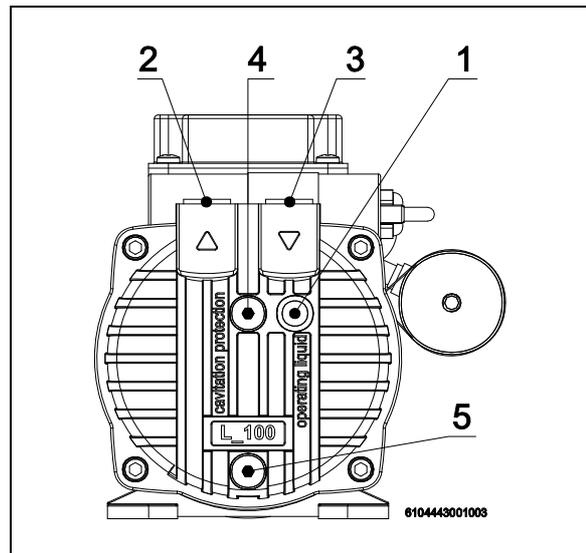

fig. 3: Raccordi di tubazioni e flessibili della pompa per vuoto / del compressore
Per la disposizione dei raccordi di tubazioni / flessibili vedi fig. 3, pag. 14.
Il **tronchetto di aspirazione** (fig. 3, pos. 3) è contrassegnato con una freccia rivolta verso il basso (↓).
Il **tronchetto di mandata** (fig. 3, pos. 2) è contrassegnato con una freccia rivolta verso l'alto (↑).
Il raccordo del liquido di servizio (fig. 3, pos. 1) si trova sul lato frontale della carcassa della pompa per vuoto / compressore sotto il tronchetto di aspirazione.